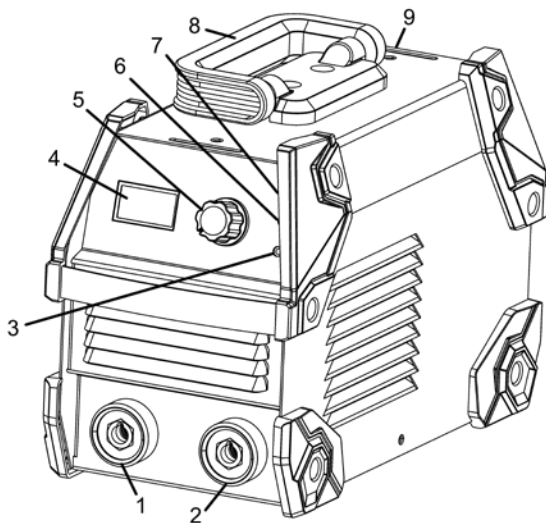

Рисунок 1
- Перевірте справність байонетних роз'ємів (1 та 2, рисунок 1), затискачів електродотримача та «маси».
- Переконайтеся, що мережевий вимикач (9, рисунок 1) (перемикач «Увімк/Вимк») знаходиться в положенні «Вимкнено».
- Увімкніть апарат мережевим вимикачем (9, рисунок 1), натиснувши клавішу збоку позначки «ОН».
- Після увімкнення системи примусового охолодження апарату (стане чути характерне гудіння), встановіть необхідну величину струму, поворотом рукоятки регулятора зварювального струму (5, рисунок 1).
Регулюйте зварювальний струм залежно від діаметра електрода, що використовується, та від типу зварювального шва. Значення обраного струму контролюйте за допомогою дисплея (4, рисунок 1). Допустимі струми зварювання основних типів електродів залежно від їх діаметру наведено в таблиці 2.
УВАГА! У випадку автоматичного вимкнення виробу з причин спрацювання системи термозахисту, спалахне індикатор (6, рисунок 1). В цьому випадку не вимикайте виріб, дайте йому можливість охолонути. Продовжити зварювальні роботи можна після згасання індикатора термозахисту через деякий час.